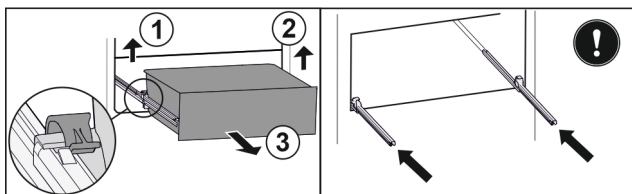

Fig. 125
- Zvedněte levou svorku a současně vytáhněte zásuvku vlevo dopředu. Fig. 125 (1)
- Zvedněte pravou svorku a současně vytáhněte zásuvku vpravo dopředu. Fig. 125 (2)
- Vyjměte zásuvku dopředu. Fig. 125 (3)